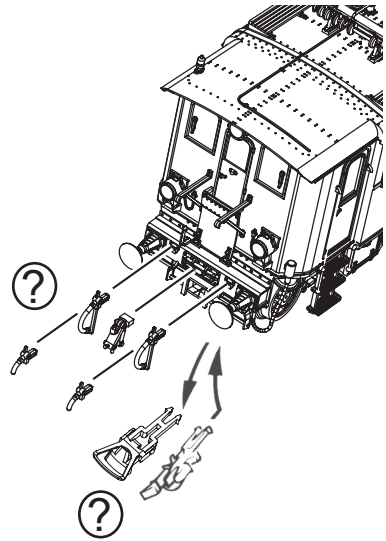

Fig. 3
**2. Schmierung:** Versehen Sie die im Schmierplan in Fig. 8 gekennzeichneten Stellen mit nur **kleinen Öltropfen**. Dazu zuerst das Lokgehäuse abnehmen (Fig. 3). Wir empfehlen den ROCO **Öler Art.-Nr. 10906**. Fürs Schmieren der Getriebeteile (Zahnräder, Schnecke) empfehlen wir das **ROCO-Spezialfett Art.-Nr. 10905**. Im Falle der Schmierung diese Teile **nicht ölen**.
**4. Kohlebürstenwechsel:** Lokgehäuse abnehmen (Fig. 3). Danach wird der Motor ausgebaut und die Kohlebürsten ausgewechselt (Fig. 4).
**2. Lubrication:** Apply **tiny oil drops** to spots marked in fig. 8. Prior to lubrication dismantle locomotive (fig. 3). We recommend using item no. **10906, ROCO oiler**. For lubrication the gearparts (e.g. cogwheels, worm) we would recommend our ROCO **special grease** (item no. **10905**).
**4. Carbon Brush Changing:** First remove loco body (fig. 3), and then the motor (fig. 4).
**2. Graissage:** N'appliquez **qu'une tout petite goutte** aux endroits indiqués par le plan de graissage (fig. 8) après avoir démonté la caisse de la locomotive (fig. 3). Nous vous recommandons **le graisseur à huile ROCO réf. 10906**. Pour graisser les engrenages (roues dentées, vis sans fin) nous vous conseillons la **graisse spéciale ROCO réf. 10905** pour engrenages en matières synthétiques. Lorsque vous utilisez cette graisse il faut éviter d'huiler ces composants.
**4. Remplacement des balais du moteur:** Démontez la caisse (voir fig. 3). Démontez ensuite le moteur et échangez le balais (fig. 4).
voir } Fig.3